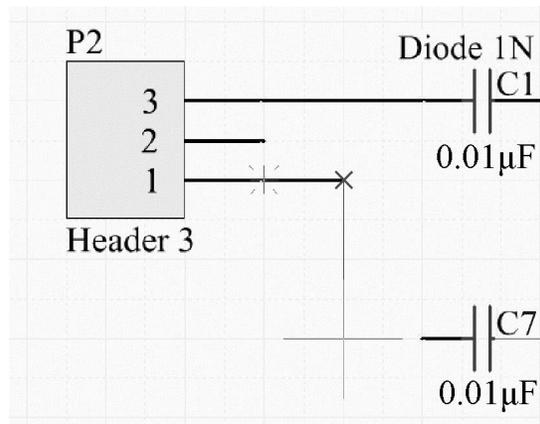

图3-17 导线折点连接图示
- 2) 绘制出第一条导线后，此时系统仍处于绘制导线状态，将鼠标指针移动到新的导线的起点，将Header 3的1脚和C7的1脚连在一起，在导线折点处或终点处单击确定导线的位置，每出现一个红色的“×”时，都要单击一次，如图3-17所示。按照此方法继续绘制其他导线。